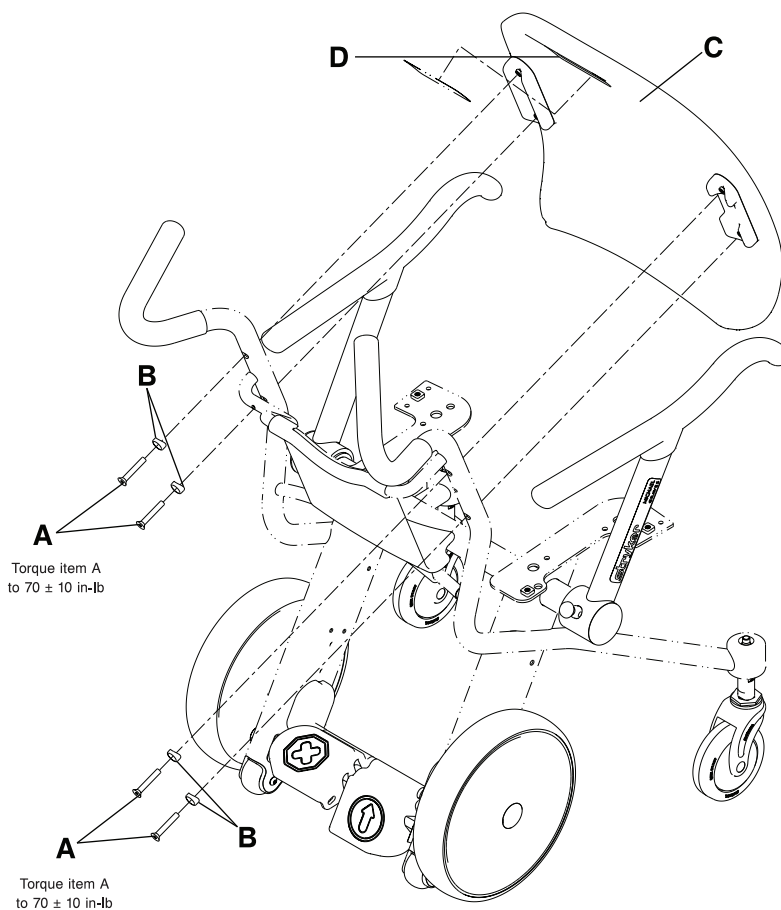

图14-21: 座椅靠背更换
2. 要从座椅框架上卸下座椅靠背 ( C )，使用一个3/16"六角扳手取下四个平头螺钉(A ) 和接头 ( B )。取下螺钉、接头、和座椅靠背(图14-21 第14-37页)。
3. 使用一个3/16"六角扳手，安装四个随附的平头螺钉(A ) 和环套接头 ( B )，以便在座椅框架上固定随附的座椅靠背 ( C )，图14-21 第14-37页)。使用一个3/8"传动扭矩扳手，将螺钉拧紧到 $70 \pm 10$  in-lb ( $8 \pm 1,1$  Nm)。